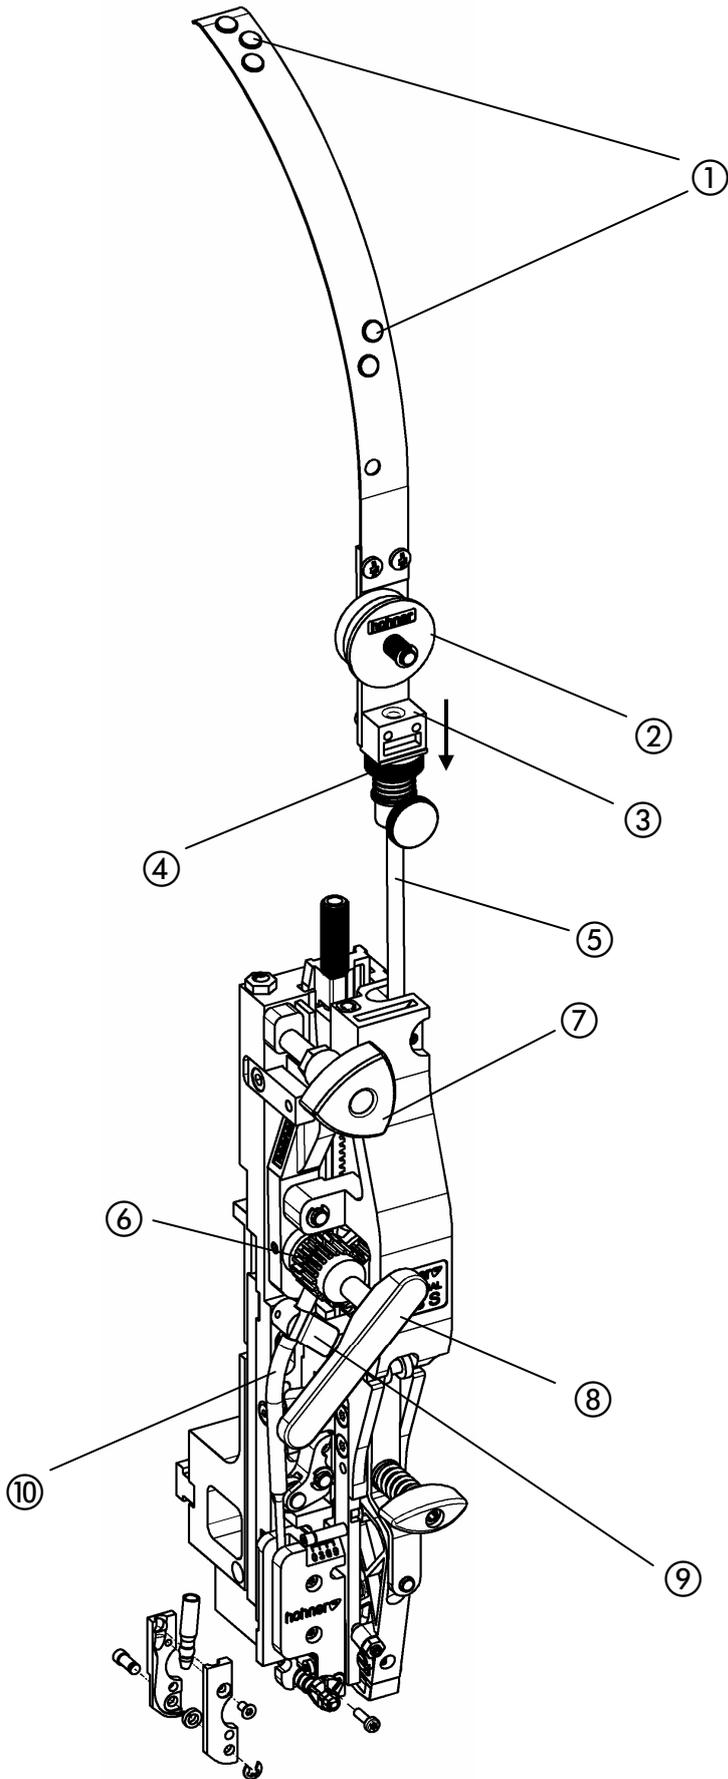

Abb. 9
- Abb. 9 -
- Drahttransport abstellen (Dreikantgriff ⑦ in "Mittelstellung" bringen).